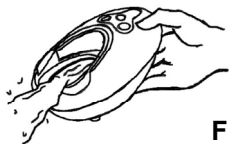

Fig.8
- Vierta contenido de la cubeta en un sumidero (Fig.8).